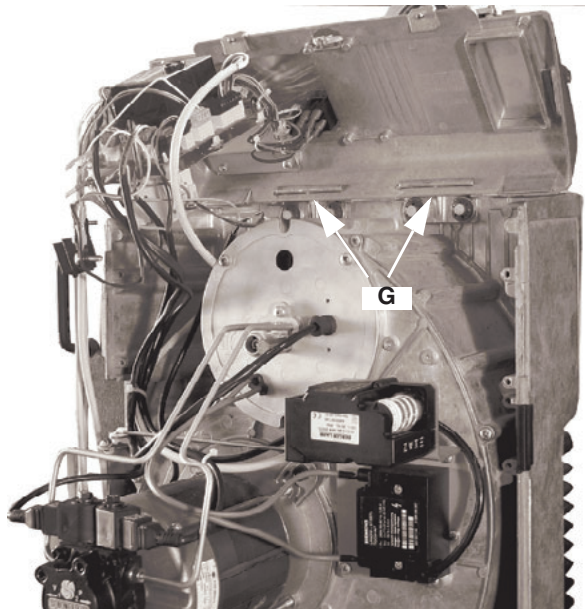

Fig. 18c
- 4 Enganche el cuadro al cuerpo del quemador con los soportes G, tal como se muestra en la Fig. 18c.